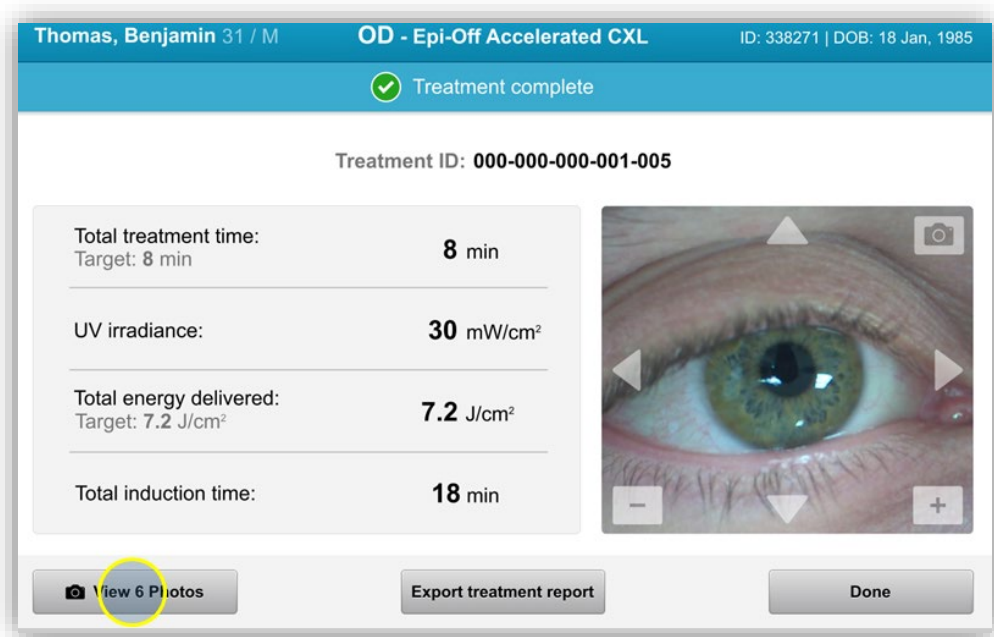

Figura 3-33. Schermata Treatment Complete (Trattamento completato)
- Al termine di un trattamento verrà visualizzato un riepilogo dei parametri di trattamento e la schermata indicherà "Treatment complete" (Trattamento completato), come mostrato nella Figura 3-33.
- Selezionare “View Photos” (Visualizza foto) per accedere alla galleria fotografica, come mostrato nella Figura 3-33.